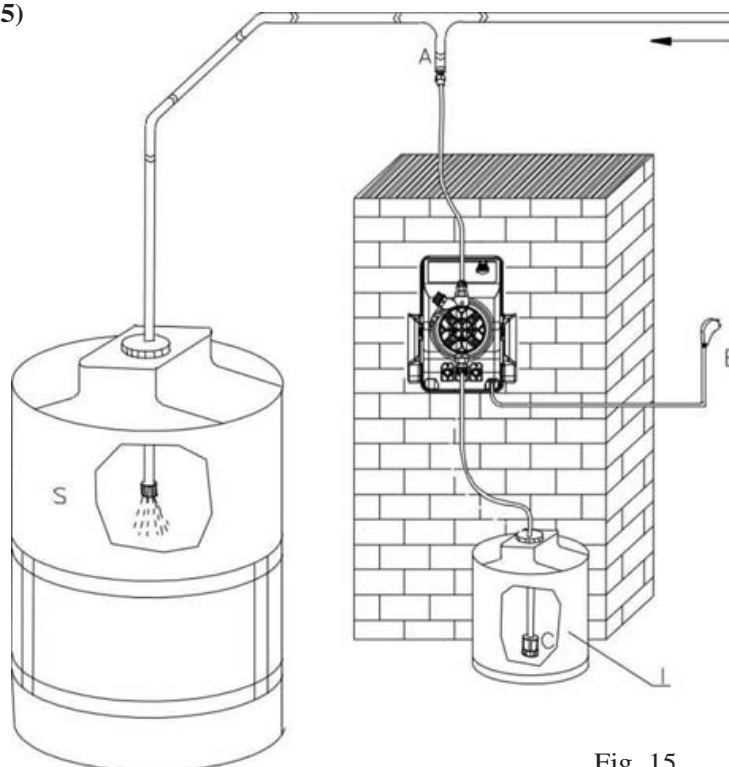

Fig. 15
7.2 - ESQUEMA DE INSTALAÇÃO TÍPICA (Fig.15)